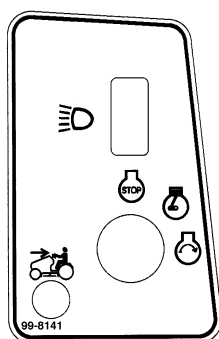

Fig. 9
5. Drei tenningsnøkkelen med urviserne og hold den på “START” (fig. 9). Slipp nøkkelen straks motoren tenner.
2. Drei tenningsnøkkelen til “OFF” (AV) (fig. 9).